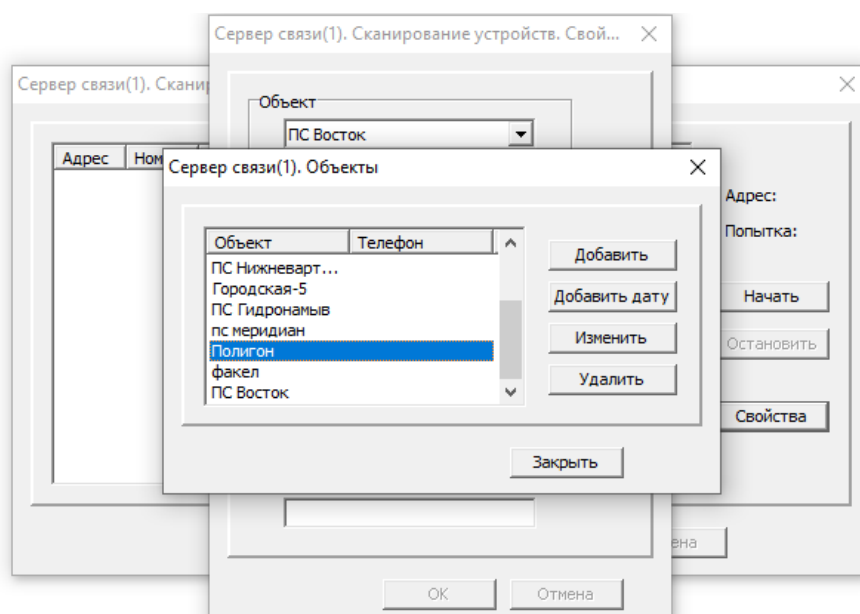

Рис. 20. Сервер связи. Объекты
21) Нажать сканировать, в открывшемся окне перейти во свойства, создать новый объект, например, ПС Полигон (рис. 20).